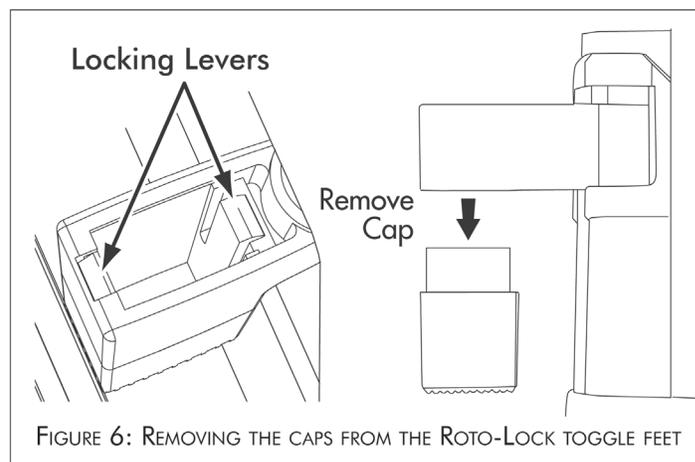

FIGURE 6: REMOVING THE CAPS FROM THE ROTO-LOCK TOGGLE FEET
4. 二重の乾式壁やその他の厚い天井材に取り付ける場合、2ピースのトグルフットの一部を取り外す必要があるかもしれません。小型ドライバーを使用して、2つのロックレバーを静かに外します (図6)